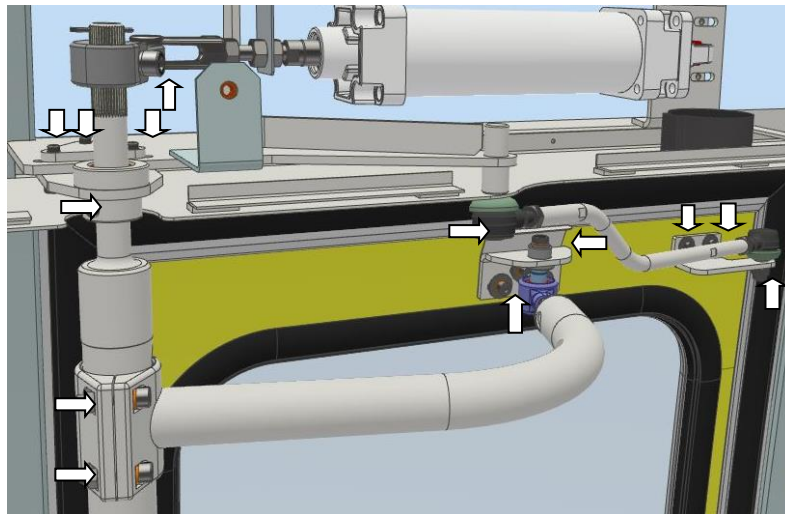

Рис.12.13.1 Місця підтягування кріплень: верхнього важеля, верхніх опор, тяг, привідних важелів.
- Підтягування механічних з'єднань (Рис. 12.13.1 – 12.13.5).